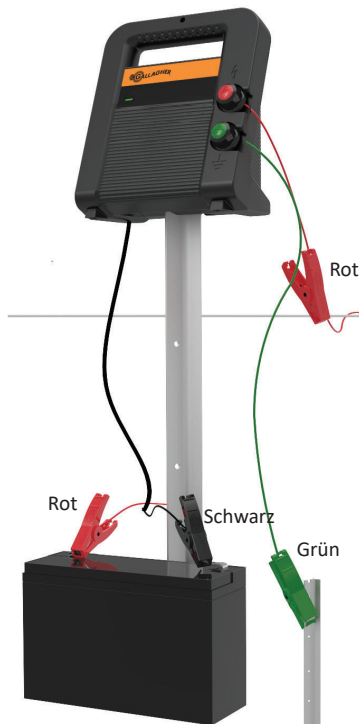

Abbildung 7
- Verbinden Sie die grüne Klemme in mindestens 1 m Tiefe im Boden mit dem Erdungsstab. (Abbildung 7)